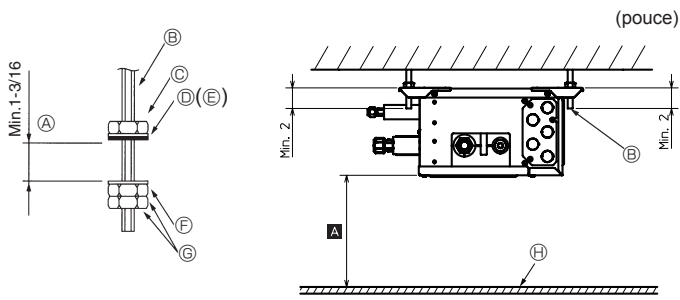

Fig. 6-1
- (2) Fixer les rondelles et les écrous (①, ②, à acheter localement) sur les boulons de suspension. (Fig. 6-1)
- (3) Accrocher l'appareil sur les boulons de suspension.
- (4) Serrer correctement les écrous (vérifier la hauteur de plafond).
- (5) Utiliser un niveau pour ajuster le boîtier de dérivation à l'horizontale.
- Ⓓ Rondelle (avec amortisseur) ①
- Ⓕ Rondelle (sans amortisseur) ②